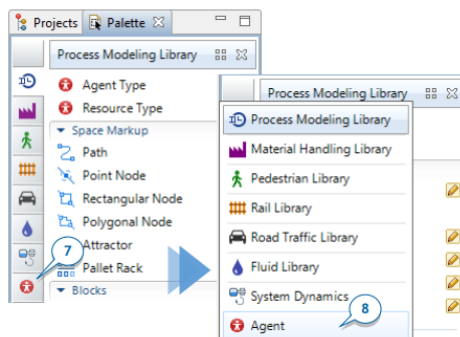

Рисунок 2.7 – Панель навігації
11. Вона розгорнеться, щоб показати назви всіх палітр і ви могли вибрати потрібну. Натисніть на палітру «Агент» у списку, щоб вибрати її (рис. 2.7).